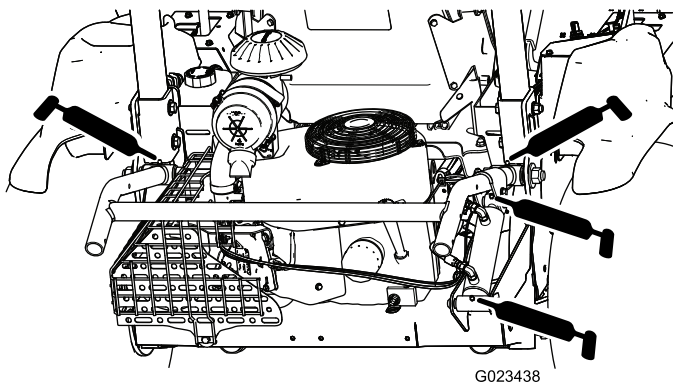

Figure 37
- Barre de relevage d'accessoire (4) – Figure 37